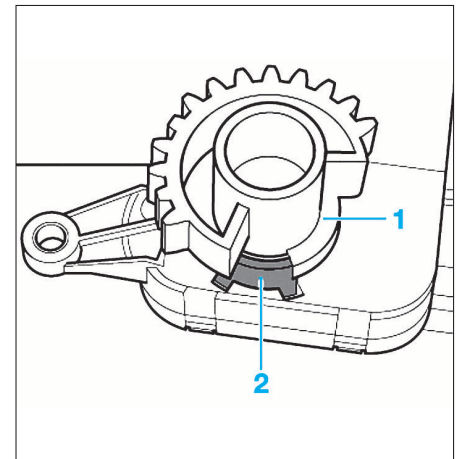

FIG. 40
Le servomoteur est livré en position "air frais", il ne peut être monté que lorsque le pignon (1) est en appui sur la butée (2) (Fig.40).
- Mettre le pignon (1) du servomoteur en appui sur la butée (2) (Fig.40).